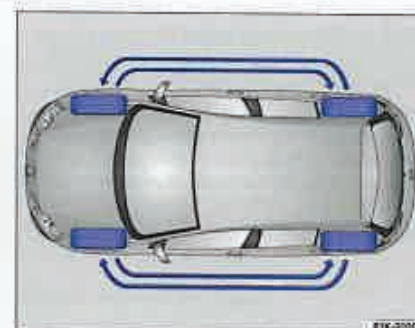

Fig. 20 Schema pentru schimbarea roților.
- După schimbarea roților ⇒ pagina 65, fig. 20²⁶⁾, indicatorul presiunii din pneuri trebuie reactualizat. ◀
În cazul uzurii puternice a pneurilor roților din față se recomandă, schimbarea roților din față cu cele din spate, conform schemei ⇒ fig. 20. Astfel se asigură o durată de viață relativ egală a tuturor celor patru pneuri.